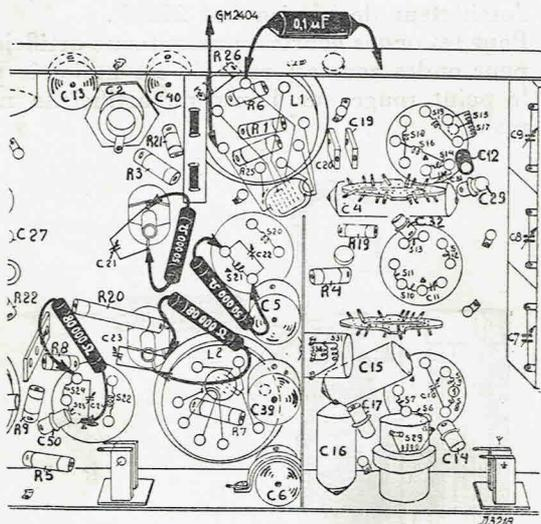

Fig. 3
5. Disposer une résistance de 50.000 Ohm en parallèle sur S21 et une résistance de 80.000 Ohm en parallèle sur S22 (voir fig. 3).
7. Déplacer la résistance de 50.000 Ohm vers S20 et la résistance de 80.000 Ohm vers S23+S24 (voir fig. 3).
3. Court-circuiter l'oscillateur en montant un petit conducteur en parallèle avec C9 (Figure 3.)
8. Régler C12 (voir fig. 3) sur la puissance de sortie maximum.